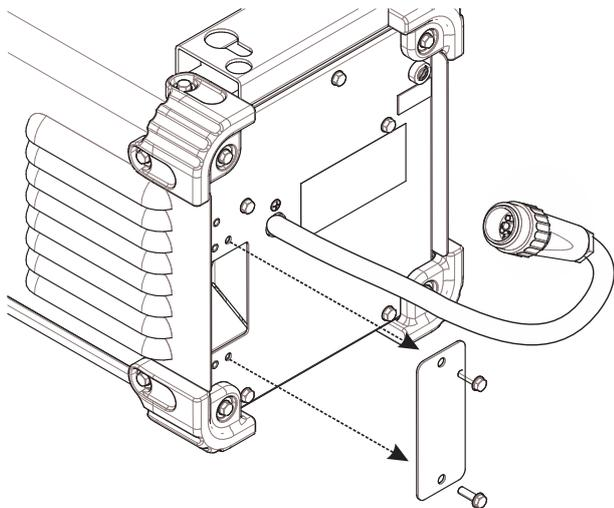

Figure 9
- Le panneau d'accès à la crépine se situe en bas à gauche, retirer deux vis - voir la Figure 9.